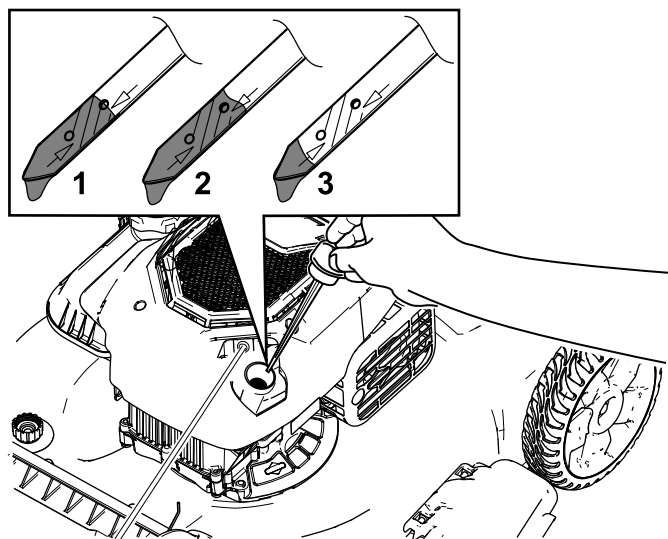

Рисунок 12
2. Извлеките масломерный щуп, повернув крышку против часовой стрелки и вытянув его (Рисунок 12).
5. Определите уровень масла по отметкам на щупе (Рисунок 12).
- Если уровень масла на щупе слишком низкий (Рисунок 12), осторожно залейте небольшое количество масла SAE 30 или SAE 10W-30 с моющими присадками в маслозаливную горловину, подождите 3 минуты и повторите операции с 3 по 5, чтобы довести масло до требуемого уровня на щупе. Информацию о типе масла см. в разделе Замена моторного масла \(страница 22\).
- Если уровень масла по щупу слишком высокий (Рисунок 12), слейте излишек масла, пока не будет достигнут правильный уровень по щупу; см. раздел Замена моторного масла \(страница 22\).